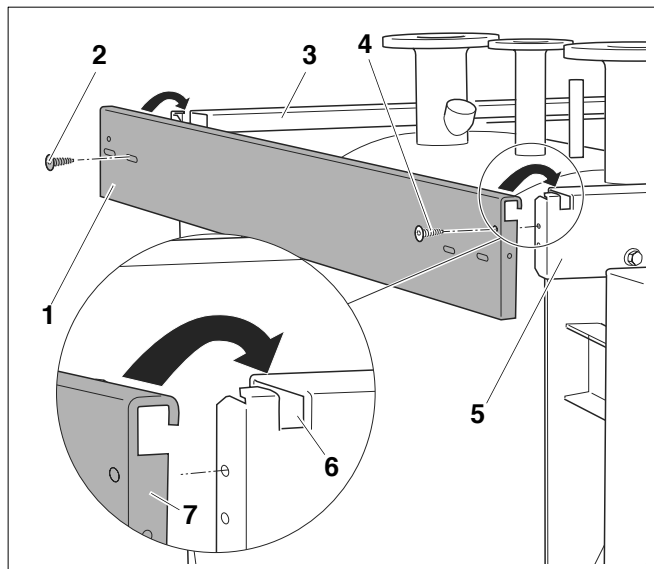

Fig. 14 Montarea traversei laterale stânga
Montarea traverselor laterale din stânga și din dreapta este prezentată aici luându-se ca exemplu traversa laterală din stânga (fig. 14, **poz. 1**). Montați traversa laterală din dreapta în același mod.
Orificiul de pe marginea îndoită din față a traversei laterale (fig. 14, **poz. 7**) rămâne nefolosit, servind la înșurubarea cu peretele din spate și din lateral.
- Agățați traversa laterală stânga (fig. 14, **poz. 1**) în creștăturile traverselor (fig. 14, **poz. 6**).
- Înșurubați traversa laterală stânga (fig. 14, **poz. 1**) de traversa din față (fig. 14, **poz. 5**), utilizând orificiul cel mai de sus și șurubul (fig. 14, **poz. 4**).
- Înșurubați traversa laterală stânga (fig. 14, **poz. 1**) de traversa din spate (fig. 14, **poz. 3**) prin orificiul alungit, folosind șurubul (fig. 14, **poz. 2**).